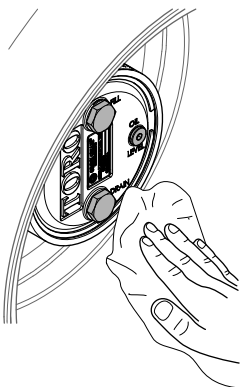

Figure 142
3. Essuyez soigneusement les carters de frein et de train planétaire (Figure 142).